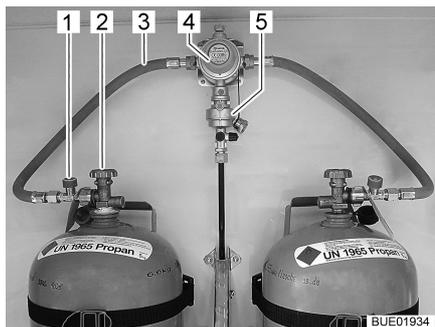
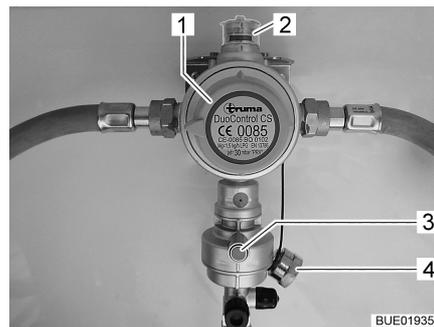
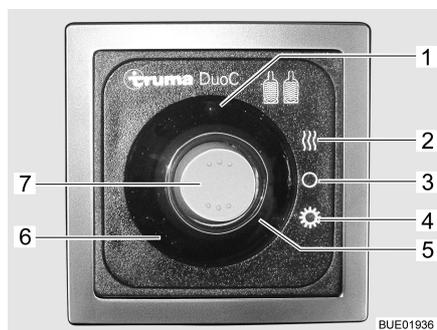

Bild 39 Gasflaschen mit DuoControl
Bild 40 DuoControl-Regelanlage
Bild 41 Bedieneinheit DuoControl
Die DuoControl-Regelanlage besteht aus einem Umschaltventil (Bild 39,4) und dem Crashsensor (Bild 39,5). Die DuoControl-Regelanlage ist zwischen den Gasschläuchen (Bild 39,3) mit Schlauchbruchsicherung (Bild 39,1) montiert. Mit dem Drehknopf (Bild 40,1) am Umschaltventil kann bestimmt werden, welche der Gasflaschen als Betriebsflasche und welche als Reserveflasche verwendet wird.
Am Sichtfenster (Bild 40,2) wird der Status der Gasversorgung angezeigt:
Der Betrieb mit nur einer Gasflasche ist zulässig, allerdings muss der offene Anschluss in diesem Fall mit dem Blinddeckel (Bild 40,4) verschlossen werden.
Der Crashsensor sperrt die Gaszufuhr bei erheblicher Erschütterung (z. B. Unfall) ab. Der Crashsensor wird durch Drücken des grünen Resetknopfs (Bild 40,3) in Betrieb genommen.
Die Schlauchbruchsicherung (Bild 39,1) sperrt den Gasfluss, wenn der angeschlossene Schlauch bricht. Die Schlauchbruchsicherung muss durch Drücken der grünen Taste aktiviert werden.
An der Bedieneinheit (Bild 41) wird die Gaszufuhr über die DuoControl-Regelanlage ein- und ausgeschaltet. Die Haupt-Absperrventile (Bild 39,2) der Gasflaschen und die Gasabsperrentile der Geräte müssen von Hand geöffnet werden.
Sommer- und Winterbetrieb werden mit dem Wippschalter (Bild 41,7) an der Bedieneinheit umgeschaltet.
Die zwei Kontroll-Leuchten an der Bedieneinheit zeigen den Füllstand der Betriebsflasche an. Wenn die grüne Kontroll-Leuchte (Bild 41,6) leuchtet, ist die Betriebsflasche ausreichend gefüllt. Wenn die rote Kontroll-Leuchte (Bild 41,5) leuchtet, ist die Betriebsflasche leer. Die Gasversorgung erfolgt dann über die Reserveflasche.
- Mit dem Drehknopf (Bild 40,1) am Umschaltventil die Gasflasche wählen, der vorrangig das Gas entnommen werden soll (Betriebsflasche). Den Drehknopf immer bis zum Anschlag drehen.
- Haupt-Absperrventile (Bild 39,2) an den Gasflaschen öffnen.
- Grüne Taste der Schlauchbruchsicherung (Bild 39,1) drücken. Am Sichtfenster (Bild 40,2) wird die grüne Markierung angezeigt.
- An der Bedieneinheit (Bild 41) die DuoControl-Regelanlage einschalten. Dazu den Wippschalter (Bild 41,7) auf Winterbetrieb (Bild 41,2) oder auf Sommerbetrieb (Bild 41,4) stellen. Die gelbe Kontroll-Leuchte Eis-Ex (Bild 41,1) leuchtet, wenn Winterbetrieb gewählt wird.
- Den Wippschalter (Bild 41,7) auf Stellung AUS (Bild 41,3) stellen. Die Kontroll-Leuchten erlöschen.
- Haupt-Absperrventile (Bild 39,2) an den Gasflaschen schließen.
Wenn die grüne Kontroll-Leuchte (Bild 41,6) während des Betriebs erlischt und die rote Kontroll-Leuchte (Bild 41,5) aufleuchtet, ist die Betriebsflasche leer und muss gewechselt werden. Am Sichtfenster (Bild 40,2) wird die rote Markierung angezeigt. Die Reserveflasche versorgt die Gasverbraucher weiterhin mit Gas.
- Drehknopf (Bild 40,1) eine halbe Drehung in Richtung der aktuell verwendeten Gasflasche drehen. Damit ist diese Gasflasche jetzt die Betriebsflasche, die leere Gasflasche wird zur Reserveflasche. Die Markierung im Sichtfenster (Bild 40,2) wechselt von rot auf grün.
- Haupt-Absperrventil (Bild 39,2) an der leeren Gasflasche schließen. Pfeilrichtung beachten.
- Grüne Taste der Schlauchbruchsicherung (Bild 39,1) drücken.